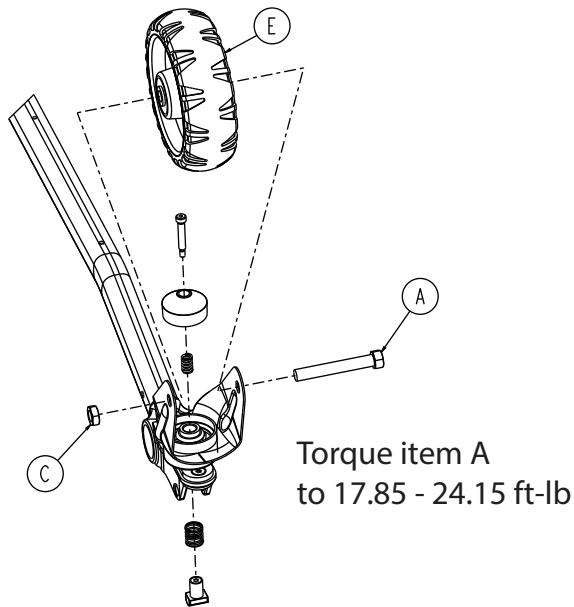

Figure 67 – Composants de la roue de transport
4. À l'aide d'une clé à cliquet, d'une douille de 11/16 po et une clé mixte de 5/8 po, retirer la vis d'assemblage à tête hexagonale (A) et l'écrou fin hexagonal (C) qui fixent l'ensemble de roue moulée de 6 po (E) à la fourche de la roulette (Figure 67). Retirer et jeter la roue. Conserver la vis et l'écrou.